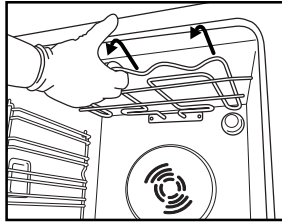
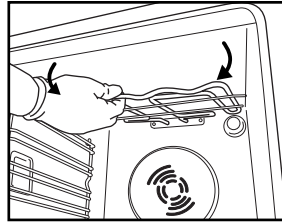

Fig. 4
Fig. 5
2. Dégagez légèrement la résistance chauffante (Fig. 4) et abaissez-la (Fig. 5).